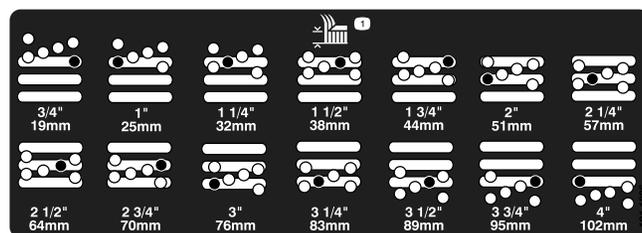

Рисунок 20
- Переместите камеру на требуемую высоту скашивания и установите проставку в предусмотренные для этой высоты отверстие и паз (Рисунок 20).